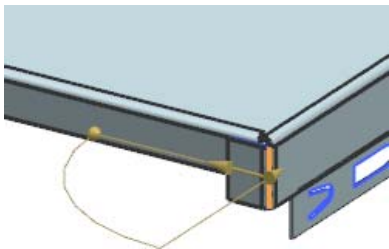

图 5-91 选择折弯边
(3) 选择折弯边, 如图 5-91 所示。单击  按钮, 创建弯边特征 3, 如图 5-92 所示。